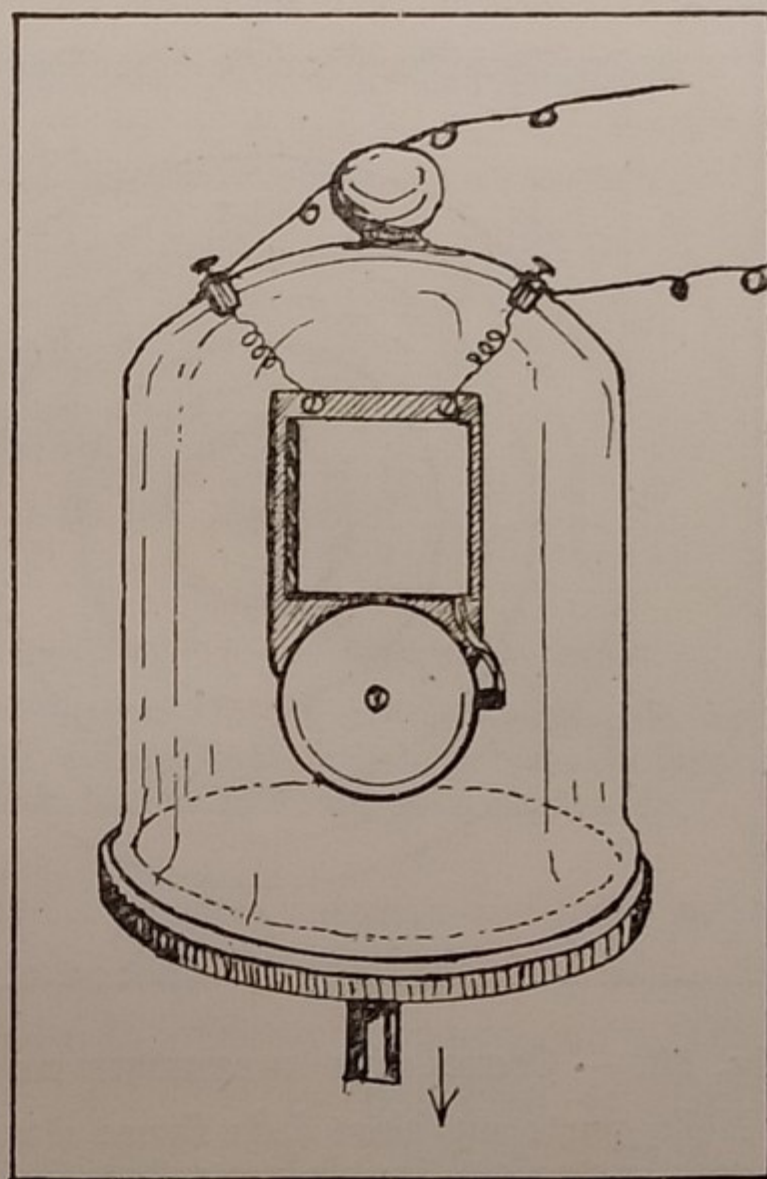

Fig. 88. — CAMPANELLO ELETTRICO NEL VUOTO.
64. Mezzo di propagazione del suono. — Se le vibrazioni di un corpo avvengono nel vuoto, il suono non si produce. Si può fare l'esperienza di mettere sotto la macchina pneumatica (fig. 88) un campa-